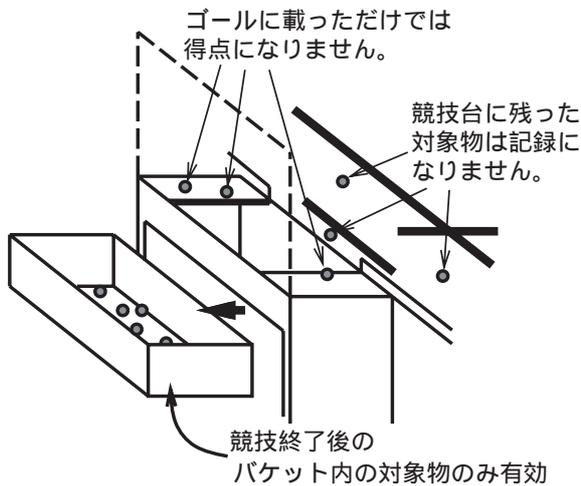

図 8: ゴールの認定
- (1) 競技終了時にゴール下のバケット [21] に入った対象物 [22] (図8参照) に対して、以下の